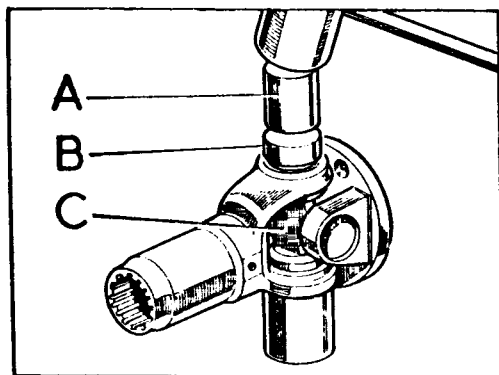

Fig. D-14 Montaje del cojinete de la horquilla
- 3.2. Situar la pista del cojinete en los agujeros de la horquilla (Fig. D-14) y con el botador situado sobre aquélla, se golpeará ligeramente para que el cojinete quede alojado en el agujero de la horquilla, fijándolo en esta posición con el arillo retén. El ajuste ha de ser de tipo suave.